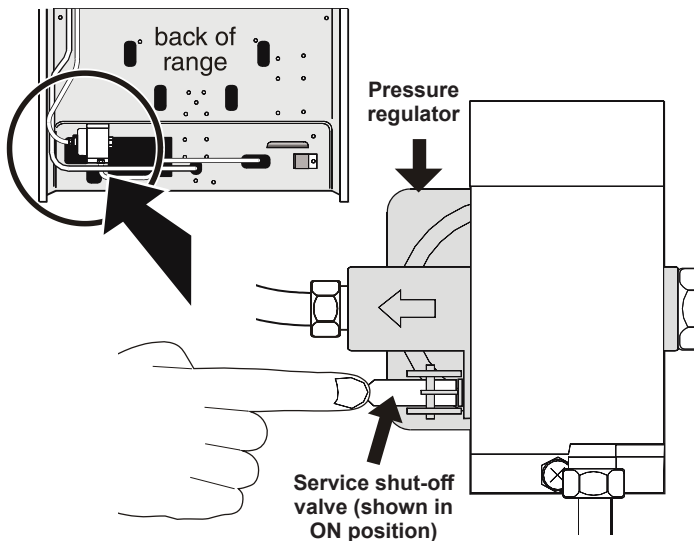

Fig. 11
- f. Asegúrese de que **la válvula de cierre del servicio en el regulador de presión esté en la posición ON** (Fig. 11).